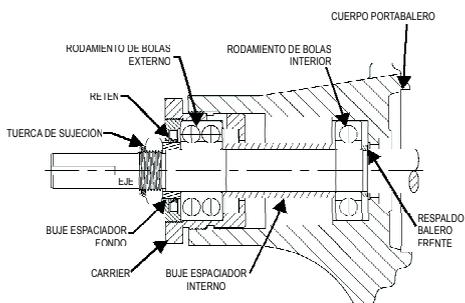

Figura 2. EI-AS, EI-AK, EI-AL
- 10.-Retire el seguro externo del carrier y quite el rodamiento exterior. Consulte figura 2. Los modelos EI-AS, EI-AK, EI-AL llevan tuerca en vez de seguro externo, para removerla utilice una llave de ganchos.
- 9.- Instale el seguro interno (recto) en la ranura del cuerpo portabalero. Ver figura 2. Los modelos EI-AS, EI-AK, EI-AL no llevan seguro interno, en su lugar, coloque el buje espaciador de baleros (en forma de tubo).